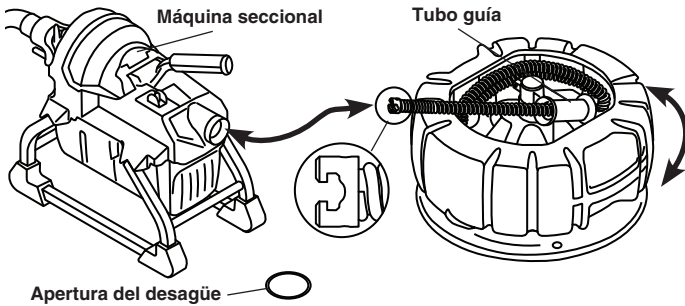

Figura 4 – Cómo usar el tambor portables
2. Coloque el tambor cerca de la limpiadora de desagües de manera que el operario pueda fácilmente cargar y descargar secciones de cable. Vea la Figura 4.